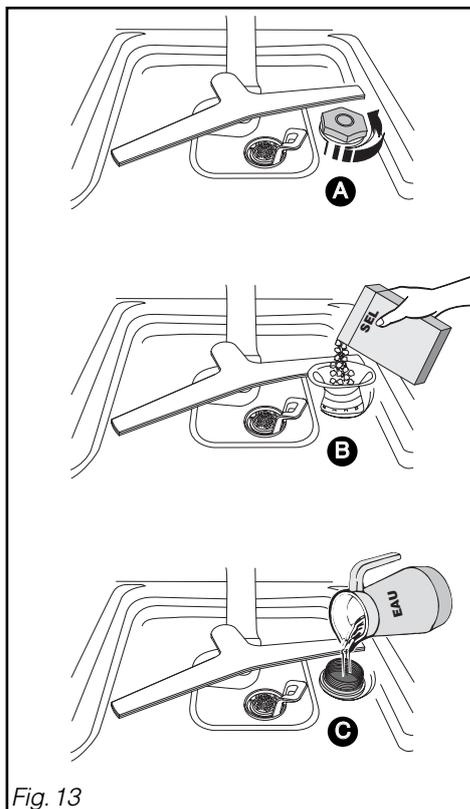

Fig. 13
• **Le chargement du sel régénérant (Fig. 13)**